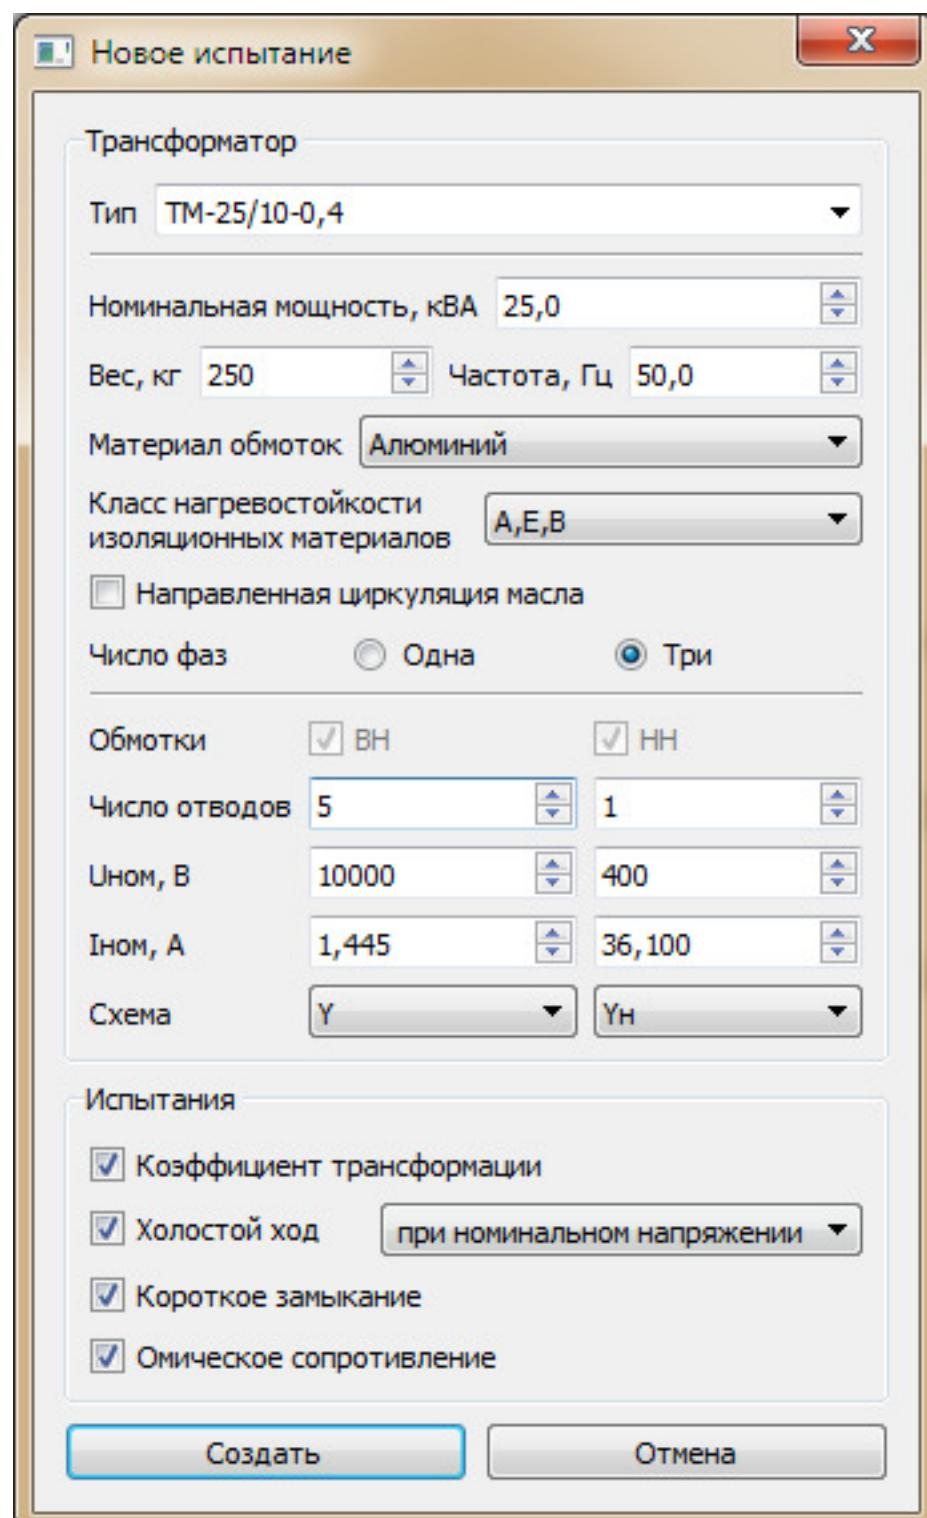

Рис. 5. Диалоговое окно «Новое испытание»
- 2) Нажимаем поле «Новое испытание», либо выбираем пункт меню «Испытание -> Новое испытание...». В открывшемся диалоговом окне «Новое испытание» (рис. 5) задаем параметры тестируемого трансформатора, либо в выпадающем списке «Тип» выбираем из библиотеки ранее описанный тип трансформатора.